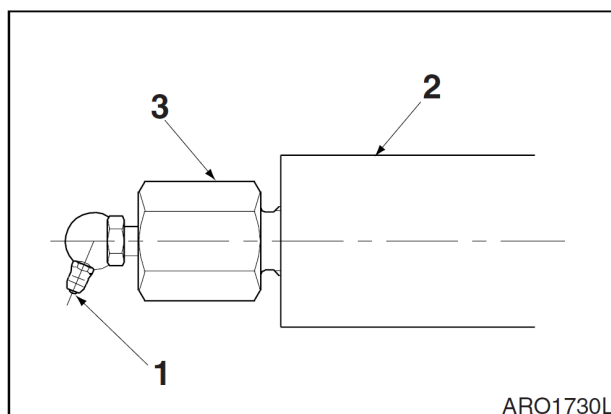

Рис. 102
5. Регулирование натяжения гусеницы выполняется через масленку (1, рис. 102) в середине каждой боковой рамы. Добавить смазку, чтобы увеличить длину регулировочного цилиндра (2). Чем длиннее регулировочный цилиндр, тем больше давление на пружине натяжения, толкающей ведущее колесо гусеницы наружу.
6. Если нет достаточного провисания или зазора гусеничной ленты и регулирование выполнено слишком туго, натяжное колесо и регулировочный цилиндр могут сместиться назад, в результате чего вытечет смазка через отверстие в регулировочном цилиндре (2, рис. 102) и постепенно ослабнет клапан (3, рис. 102).
Не ослаблять и не удалять смазочный фитинг (1, рис. 102), пока давление не будет постепенно спущено через ослабленный клапан (3, рис. 102).